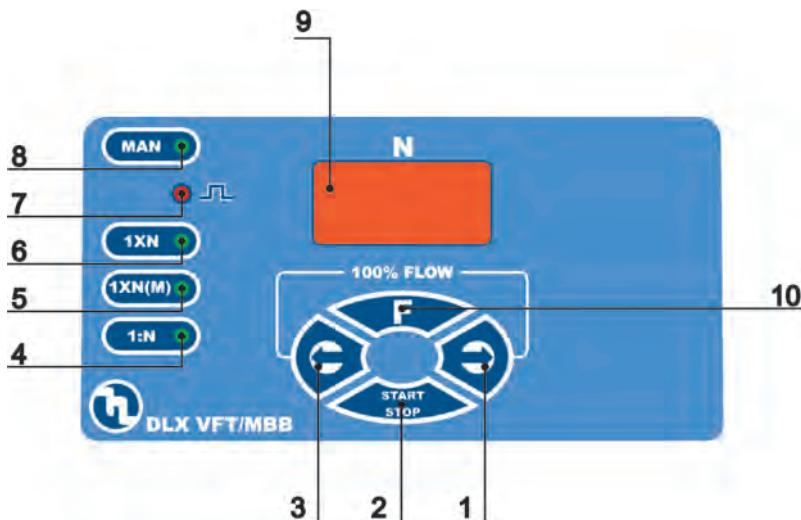
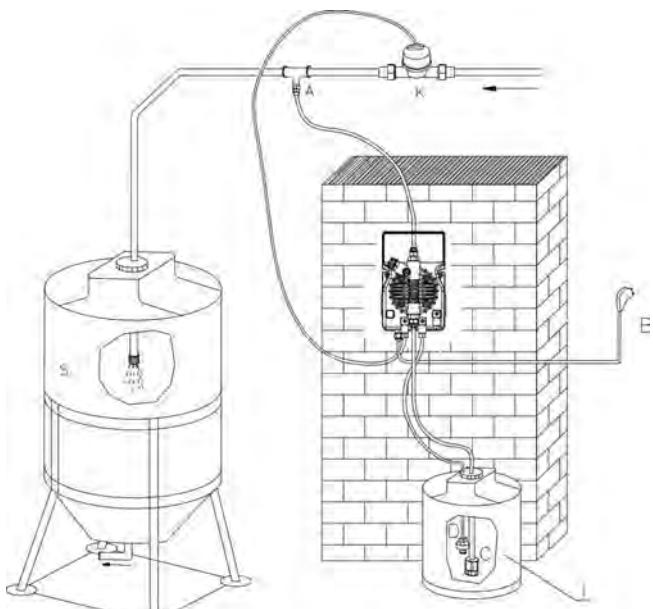

Fig. 13
Fig. 14
6.1 - Pomp bediening (Fig. 13)
- 5 - "groen" LED 1XN (M) functie
6.2 - Voorbeeld van de opstelling (Fig. 14)